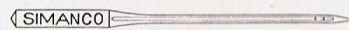

Abb. 3 „SIMANCO“ das Kennzeichen der echten SINGER-Nadel
**Nadelqualität** (Abb. 3). Da falsche oder minderwertige Nadeln meist zu Fadenreißen, Fehlstichen und unsaubereren, rauhen Nähten